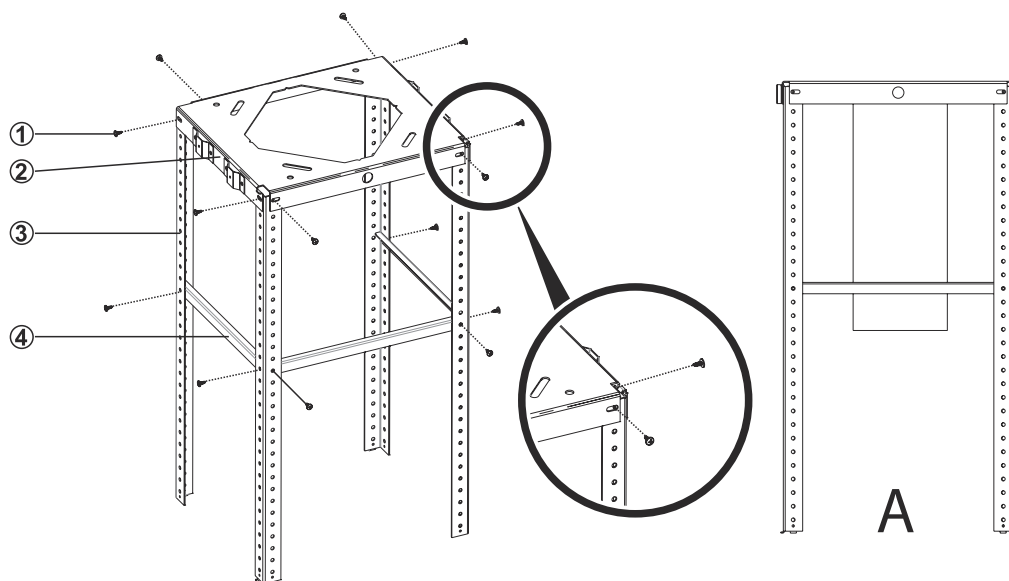

Fig. 11
1. ➤ Installare le barre di sospensione del prodotto (3) alla piastra di sospensione a soffitto (2) con 8 viti a testa cilindrica 3.5 x 9.5 r (1) (Fig. 11)
2. ➤ Installare le barre di sospensione del prodotto per bilanciare le componenti di bilanciamento della barra di sospensione (4) con 6 viti rysb 3.5 x 9.5 (1) (Fig. 11).
3. ➤ Realizzare i collegamenti aria del prodotto (Fig. 11/A).